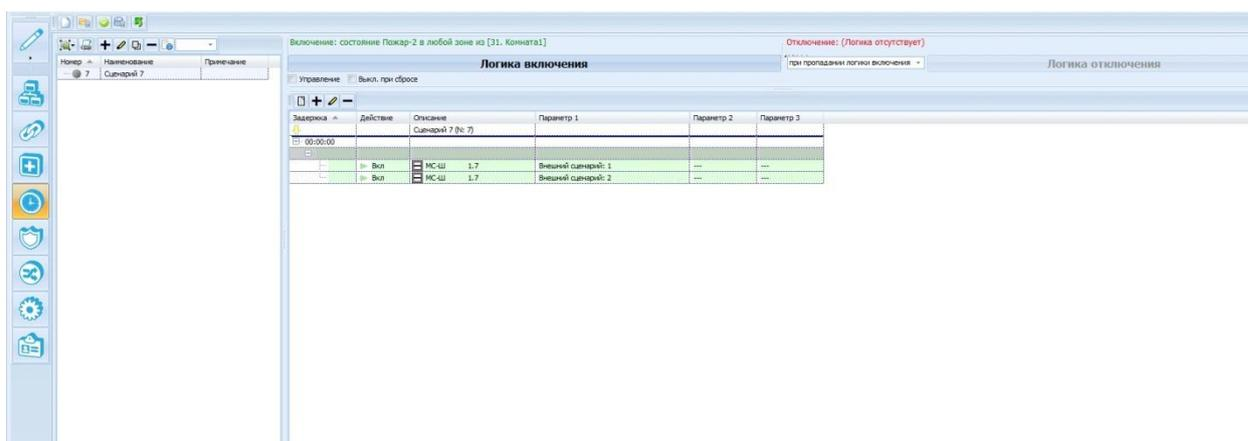

Рис. 24 Добавили исполнительный блок сценария, включающий направления 1 и 2 МС-Ш
3. В поле сценария в столбце **Параметр 1**, с помощью двойного щелчка мыши, выбрать номер направления МС-Ш, которое необходимо запустить (Рис. 24);